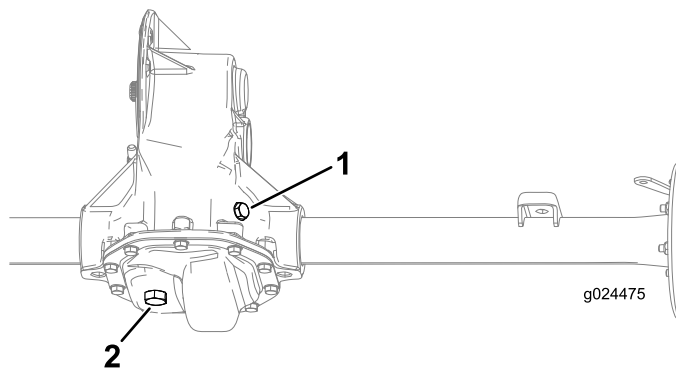

Figure 36
2. Enlevez le bouchon de remplissage de la boîte-pont (Figure 36).
3. Si le niveau d'huile est trop bas, enlevez le bouchon de remplissage et ajoutez de l'huile spécifiée jusqu'à ce qu'elle ressorte par le trou (Figure 36).
1. Placez un bac de vidange sous le bouchon de vidange (Figure 36).
2. Enlevez le bouchon de remplissage et le joint (Figure 36).
3. Enlevez le bouchon de vidange et le joint et vidangez toute l'huile (Figure 36).